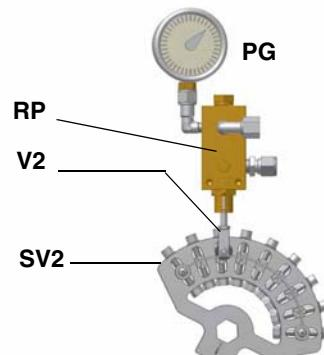

Рис. 20
- 10 для получения максимального расхода дизельного топлива регулировать давление (считывая значения на манометре **PG**), не изменяя при этом, уже отрегулированный, во время настройки работы на газе, расход воздуха (см. предыдущий параграф): все время проверяя параметры продуктов сгорания, воздействовать на винт варьируемого сектора, соответствующий жидкому топливу **SV2** (см. Рис. 20), но по достижении положения большого пламени.